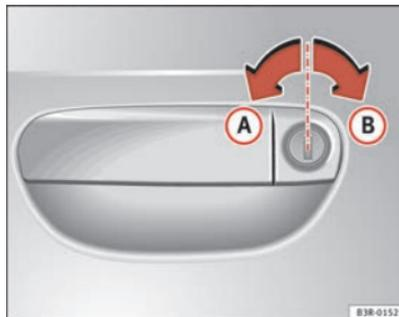

Abb. 70 Schlüsseldrehungen zum Öffnen und Schließen
- Drehen Sie den Schlüssel im Schloss der Fahrertür in Öffnungsstellung **(A)** ⇒ Abb. 70 nach links.
- Drehen Sie den Schlüssel im Schloss der Fahrertür in Schließstellung **(B)** ⇒ Abb. 70 nach rechts ⇒ .
Drehen Sie hierzu den Schlüssel im Schloss der Fahrertür **zweimal** hintereinander in kurzer Folge in Schließstellung  ⇒ Seite 103, Abb. 70.